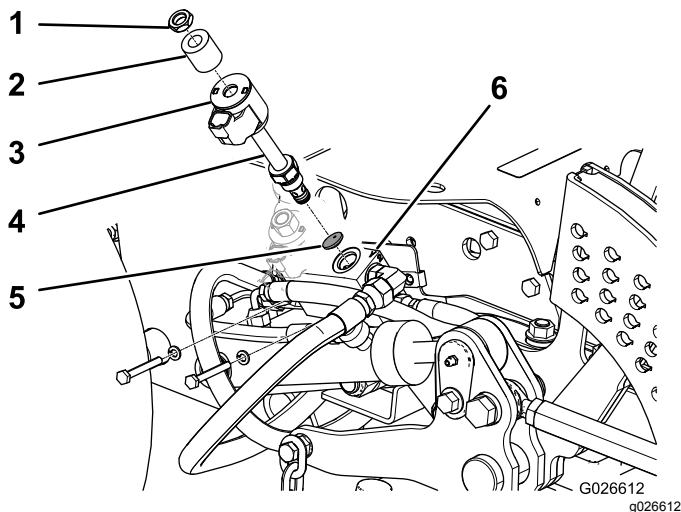

Bild 10
- E. Nehmen Sie das Distanzstück, die Spule und das Stromspulenventil vom Hubventilverteiler ab (**Bild 10**).
- F. Setzen Sie die Düsenscheibe in die Öffnung am Verteiler so ein, dass das abgeschrägte Ende innen ist (**Bild 10**).
- H. Befestigen Sie die Spirale bzw. das Distanzstück am Stromspulenventil (**Bild 10**).
- I. Befestigen Sie die Spule bzw. Distanzstück mit der Mutter (**Bild 10**) am Ventil und ziehen sie die Mutter mit 7 N·m an.